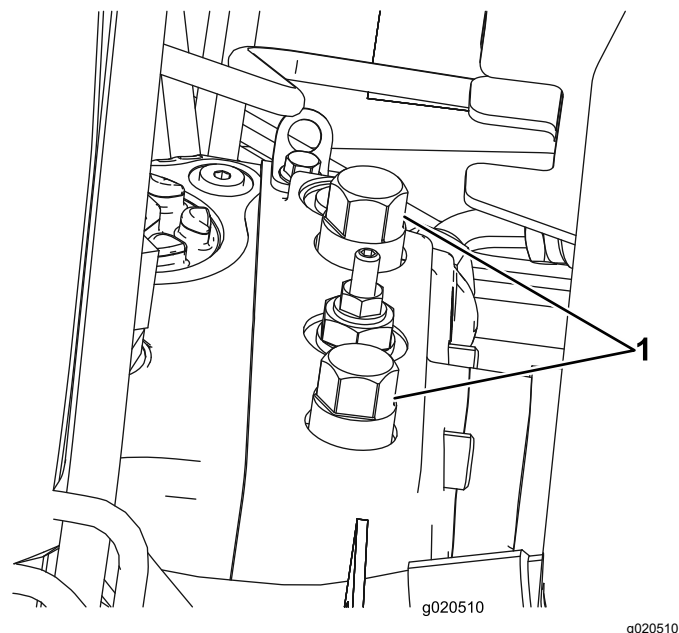

Figura 25
1. Aprite il cofano e individuate le valvole di bypass (Figura 25) sopra alla pompa, dietro alla cassetta della batteria/al vano portaoggetti.